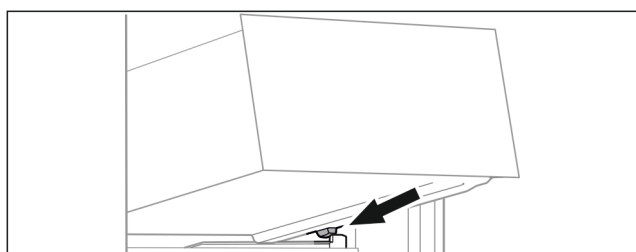

Fig. 167
- ▶ 将抽屉斜放在容器肋梁上的止动器后面。(参见 Fig. 167)